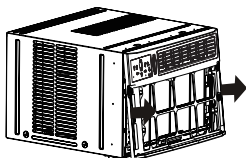

Fig.3
4. Empuje el costado del gabinete de metal para liberar las pestañas de plástico en cada lado del panel frontal (ver Fig. 3).